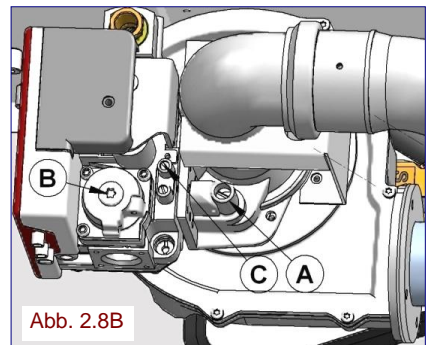

Abb. 2.8B
(Abb. 2.8B).
**2.8B Kontrolle der Gasmenge zum Brenner** (Abb. 2.8B-C).
- 2- Die Einstellschraube (A) wie folgt einregulieren:
**NB: Die Schraube (B) (Abb. 2.8B) des Gasventils erfordert keine Einstellung, da das Ventil werkseitig bei der Abnahme auf das Gemischverhältnis 1:1 voreingestellt ist.**